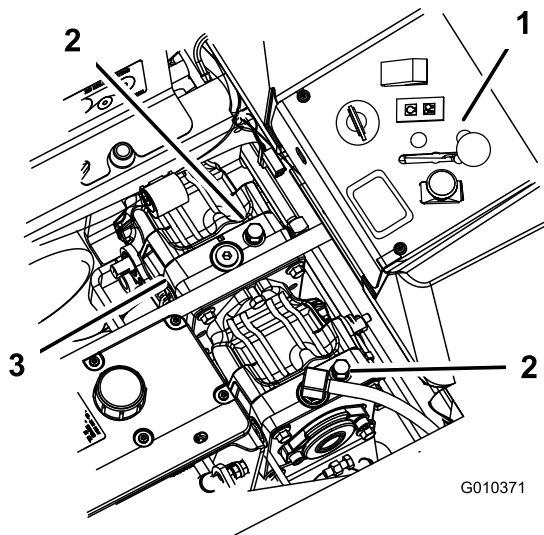

Figure 37
3. Tournez les vannes de dérivation d'un tour dans le sens antihoraire pour pousser la machine. Figure 37
Tournez les vannes de dérivation d'un tour dans le sens horaire pour conduire la machine (Figure 37).